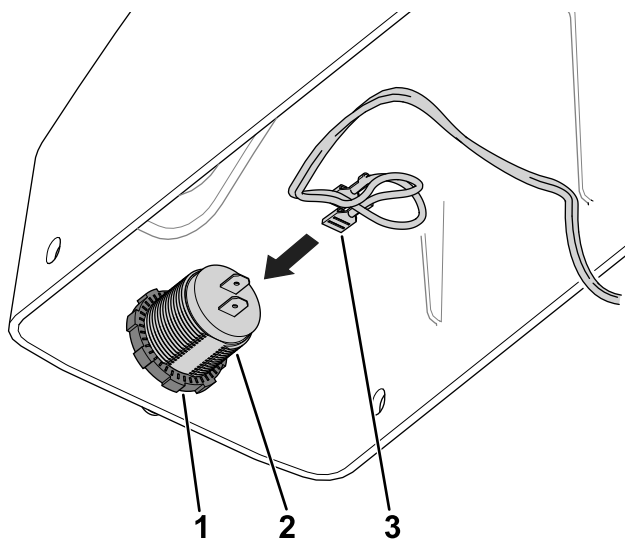

Figura 3
5. Utilice la tuerca autoblocante que retiró anteriormente para fijar el puerto USB a la cubierta del freno de estacionamiento (Figura 3).
6. Conecte el extremo del arnés de cables con la etiqueta USB PORT al puerto USB (Figura 3).